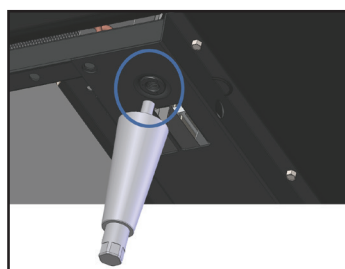

Рис. 3. Определить местонахождение резьбового отверстия на рейке.
1. Аккуратно положить устройство на заднюю стенку, чтобы получить доступ к его днищу. Выкрутить регулируемые ножки из опорных вставок с резьбой 1/2". См. рис. 3.